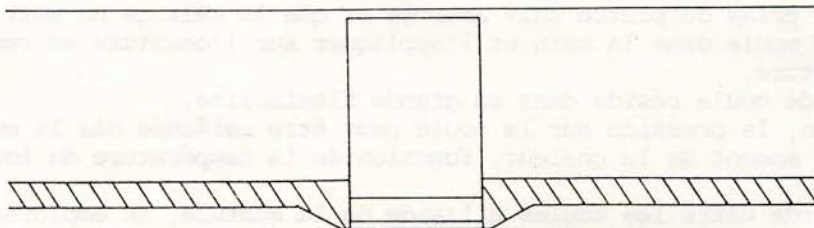

Fig. 3
- 49274 - 50 88 82-48 674-2 , 49212 - 50 88 82-48 612-1 : livrée verte (fig.2 b) avec bandeau de renfort en bas de caisse (fig.3) et grand monogramme.